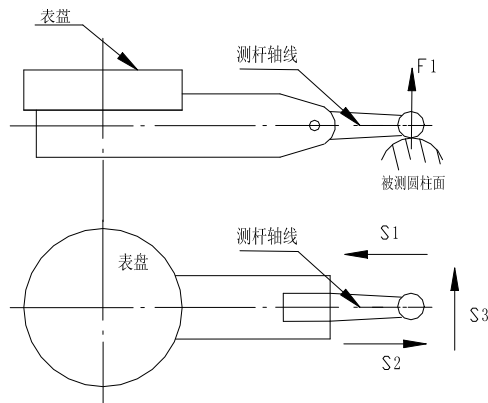

图 3-10 测量圆柱面时，测杆的运动方向
②当测量圆柱面时，确保测杆沿着测杆轴线方向运动，如图 3-10 中 S1 所示的方向；图